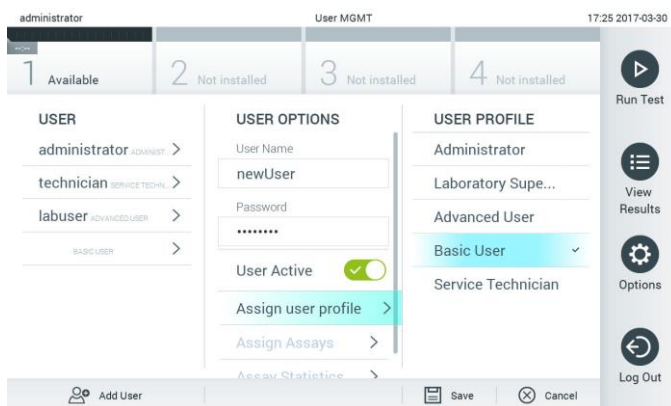

Figura 53. Alocarea unui profil de utilizator unui utilizator nou.
4. Apăsați **Assign User Profile** (Alocare profil de utilizator) și alocăți profilul de utilizator corespunzător (din lista din dreapta zonei de conținut) noului utilizator (Figura 53).